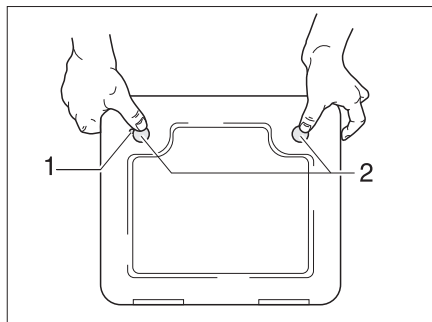

Bild 260 Lucka för toalett-kassetten
- Öppna luckan till kassetten på fordonets utsida. Stick för detta in nyckeln i låscylindern i trycklåset (Bild 260,1) och vrid den ett kvarts varv.
- Tryck samtidigt in de två trycklåsen (Bild 260,2) med tummarna och öppna luckan för kassetten.